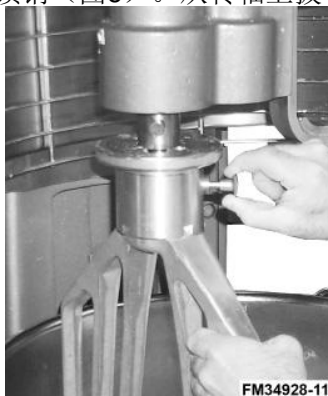

图6
3. 抓住搅拌头，同时拉出搅拌头锁销（图6）。从转轴上拔下搅拌头。